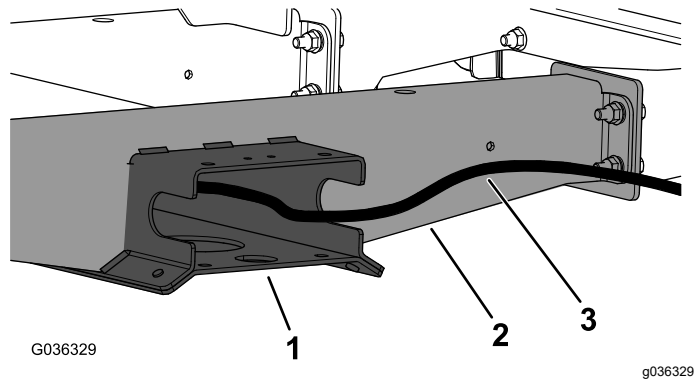

Bild 6
4. Verlegen Sie den Schlauch vom Kit durch die Bodenkanalplatte und durch die Öffnung im Rahmenkanal (Bild 6).